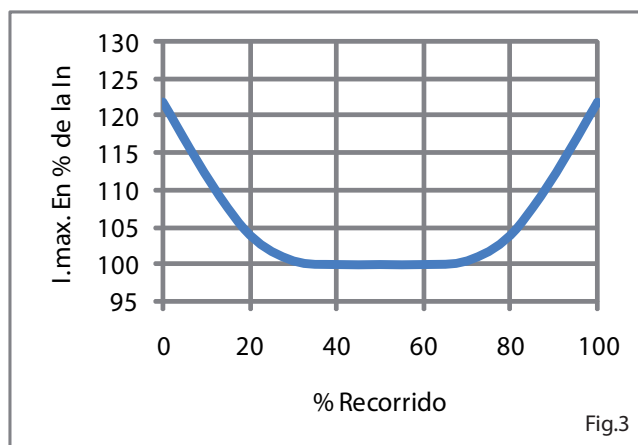

Fig.3
- * Los variadores de tensión permiten regular el voltaje sin sobrepasar la intensidad nominal salvo al inicio y final del recorrido que se puede sobrepasar hasta un 22 %, según el gráfico de la fig. 3.